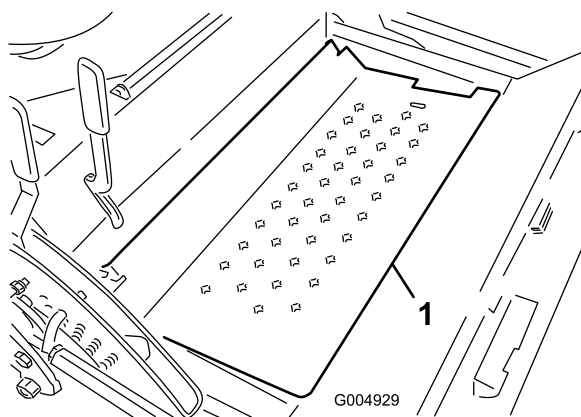

Figure 102
11. Ouvrez le panneau de plancher (Figure 102) et calez-le avec la béquille.